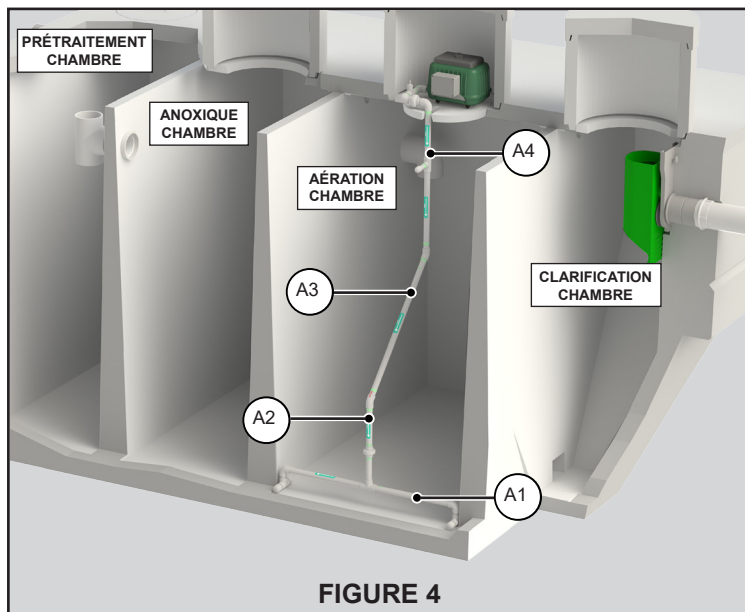

FIGURE 4
1. Enlevez tous le emballage du plomberie assemblages portant l'étiquette « AIR ». Attachez la barre du diffuseur A1 au sous-ensemble A2 vers l'union illustrée à la Figure 4. Serrez fermement l'union à la main.
2. Collez le sous-ensemble A2 au sous-ensemble A3 tel qu'illustré à la Figure 4. Vérifiez que les flèches rouges sont alignées.
3. Collez le sous-ensemble A3 au sous-ensemble A4 tel qu'illustré à la Figure 4. Vérifiez que les flèches bleues sont alignées.
4. Installez l'assemblage complet dans la chambre d'aération en pliant la tuyauterie flexible. Abaissez l'assemblage dans le réservoir jusqu'à ce que la barre du diffuseur entre en contact avec le sol et le mur de côté du réservoir tel qu'illustré à la Figure 4.
un maximum de 23 m (+/- 75 pieds) du réservoir. Attachez le sous-ensemble A4 au sous-ensemble A5 à l'union illustrée à la Figure 4. Serrez fermement l'union à la main.